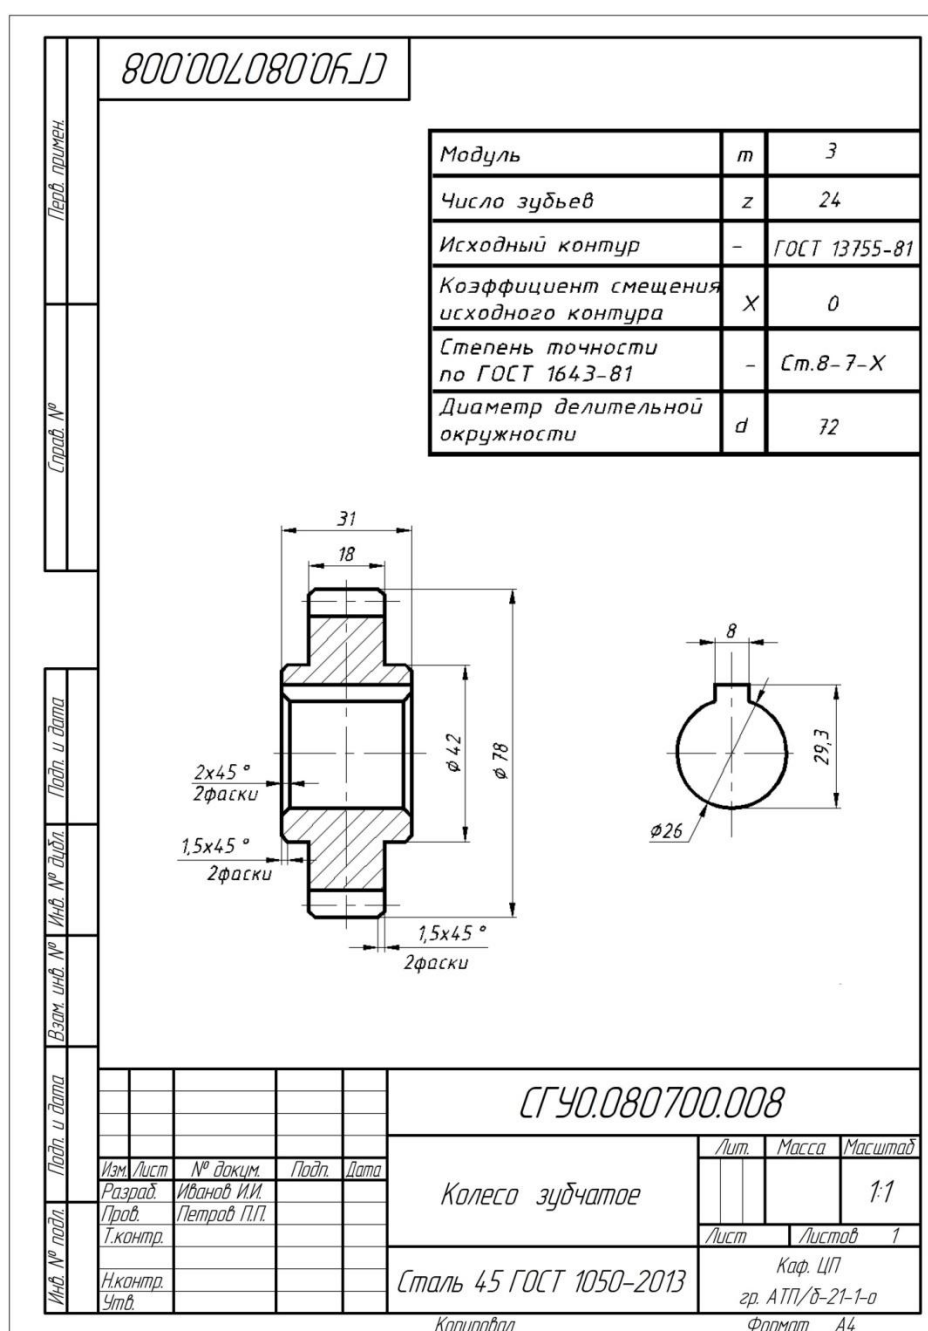

Рис. 87
Выполнить чертёж цилиндрического зубчатого колеса согласно индивидуальному варианту. Образец выполненной работы представлен на рис. 87.
12) В слое **ШТРИХОВКА** заштриховать разрез (команда **ШТРИХОВКА**, образец штриховки **ANSI31**) (рис. 87).
13) В слое **РАЗМЕРЫ** проставить необходимые размеры (рис. 87).